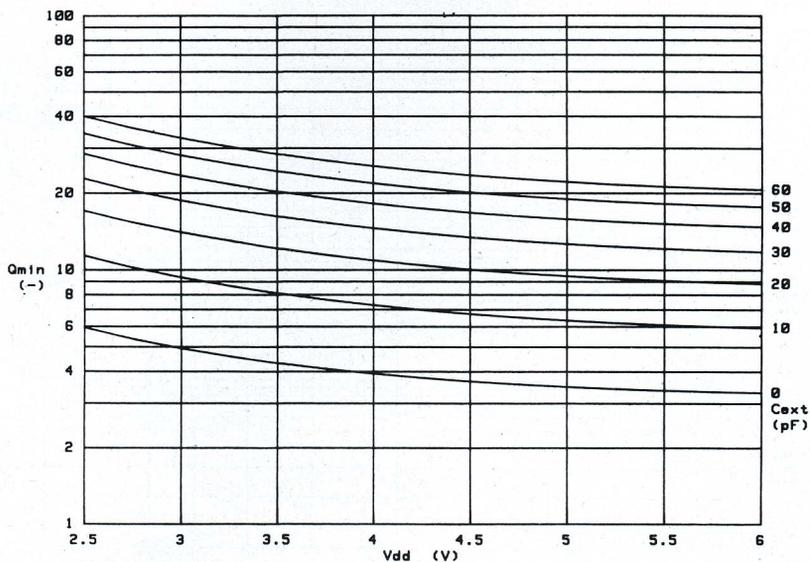
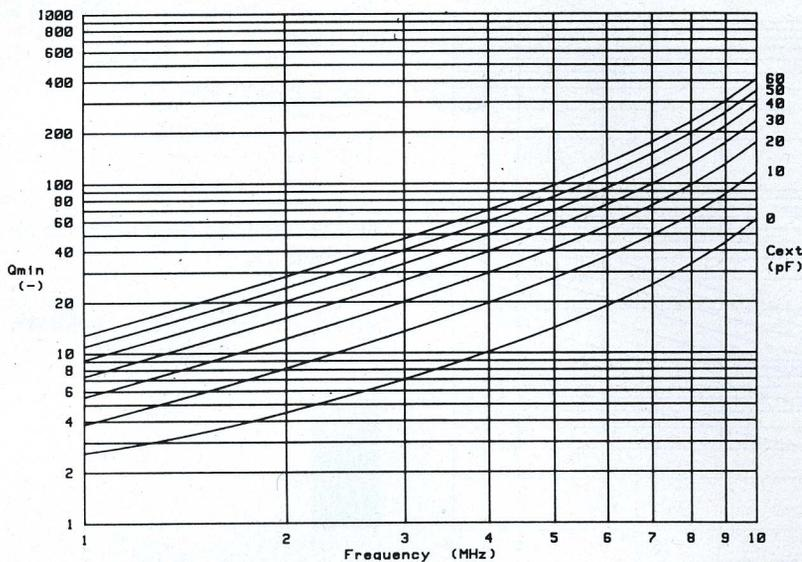

Figure 4
Figure 8
2) les figures 4 et 6 pour les PCD 33xxx et les figures 8 à 11 et 13 pour les 84Cxxx permettent de déterminer les valeurs requises de « $Q_{min}$ ». Les figures 8 à 11 donnent leurs variations en fonction de la valeur des tensions d'alimentation.